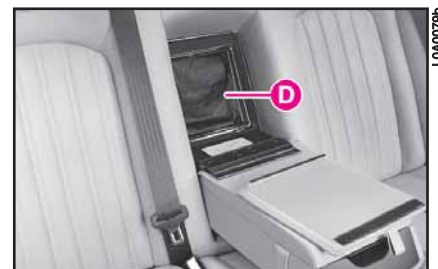

fig. 207
4) Enlever la protection **D** (fig. 207) et l'étendre sur l'accoudoir.